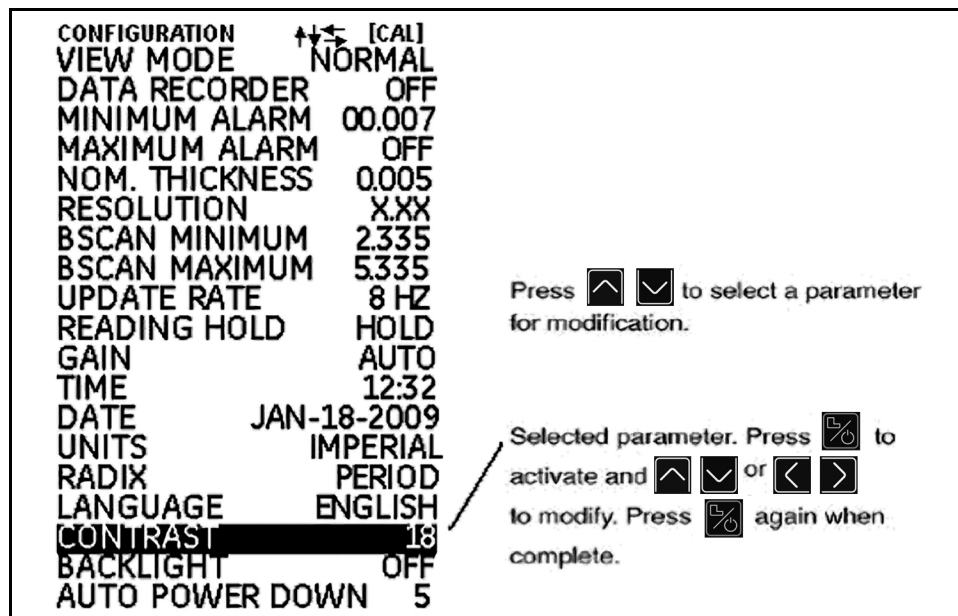

Figure 6 : Mode d'affichage de la configuration
- **Configuration** – Permet d'accéder aux commandes de l'appareil. Les commandes sur l'écran dépendent des options installées (voir *Figure 6 à la page 13*). Le contenu de l'affichage Configuration dépend de la configuration de l'option installée de l'appareil.